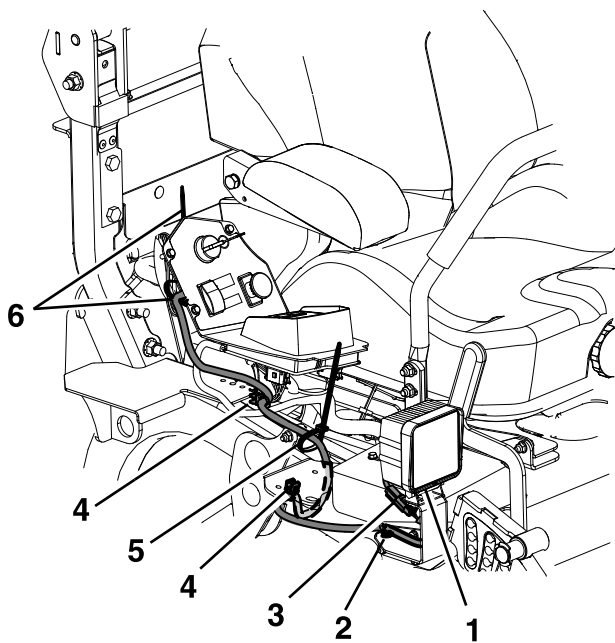

Figura 5
11. Conecte el arnés de las luces a la luz derecha y sujételo al bastidor como se muestra en la Figura 5.